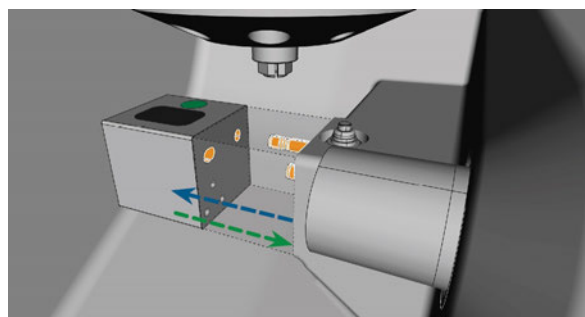

FIG. 45 – REMPLACER LE MAGASIN D'OUTILS (SUPPORT DU MAGASIN D'OUTILS ET TROUS DANS LE MAGASIN D'OUTILS MARQUÉS EN ORANGE)
3. Si un magasin d'outils incorrect est monté, retirez-le en tirant sur le support du magasin d'outils (Fig. 45 – Page précédente, flèche bleue).
6. Branchez le magasin d'outils sur le support du magasin d'outils (☞ Fig. 45 – Page 46, flèche verte) :